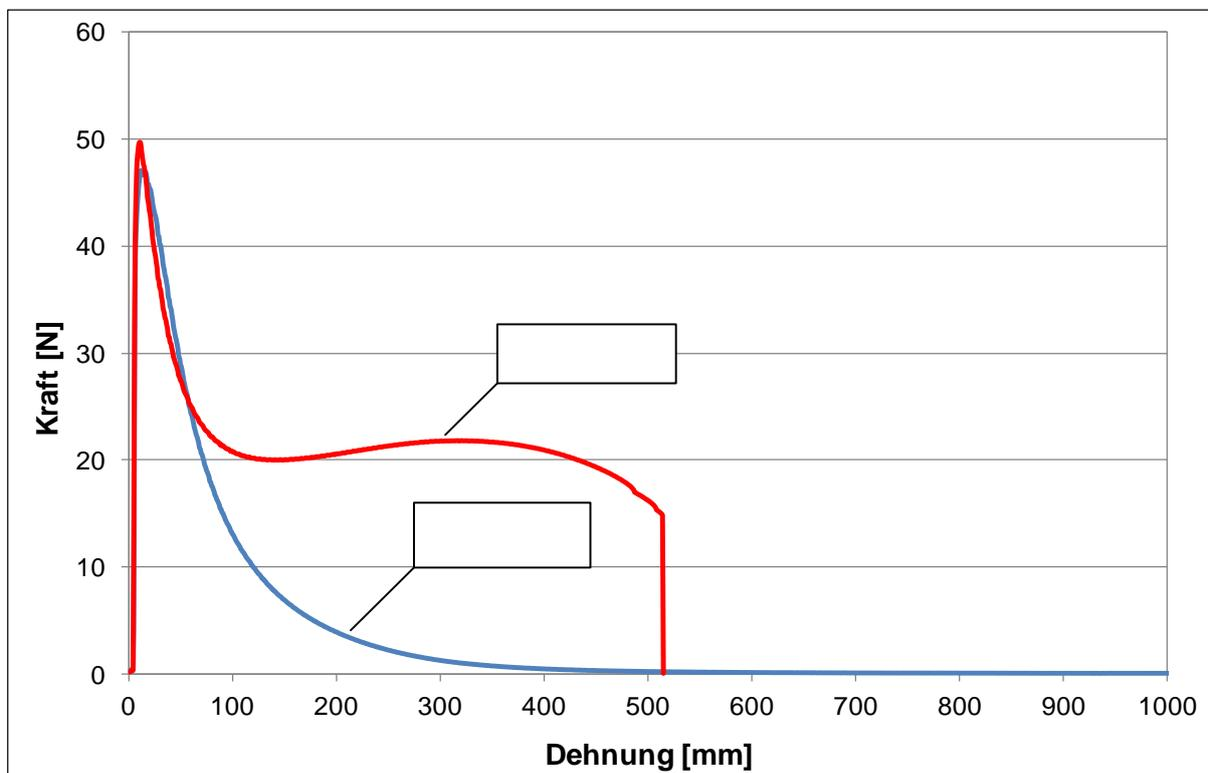

Bild 1
Das typische Auswertediagramm eines dieser Prüfverfahren ist im nachfolgenden Bild 1 dargestellt.
- b) In Bild 1 ist einerseits eine Auswertekurve für ein Straßenbaubitumen und andererseits für ein polymermodifiziertes Bitumen dargestellt. Ordnen Sie die Kurven den jeweiligen Bitumenarten zu.